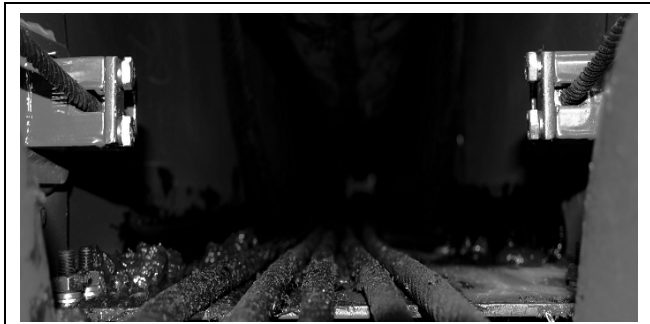

FIGURA 4-62
4. Conecte los extremos de botón de los cables de retracción a los puntos de anclaje (Figura 4-62, 1) de la sección de extremo. Utilice una placa retenedora (Figura 4-62, 2), dos pernos y dos arandelas en cada anclaje para fijar los cables.